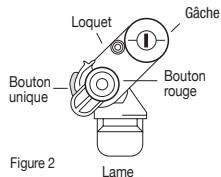

Figure 2
2. Retirer la gâche du loquet au moyen d'un tournevis plat. Assembler la fixation au casque de soudeur, comme à la (Figure 2/3).